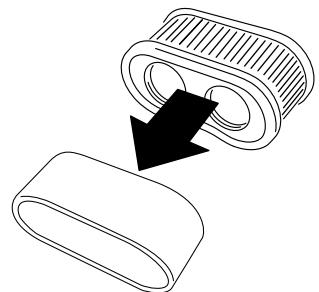

Рисунок 36
- Отделите друг от друга элементы из пеноматериала и бумаги (Рисунок 36).